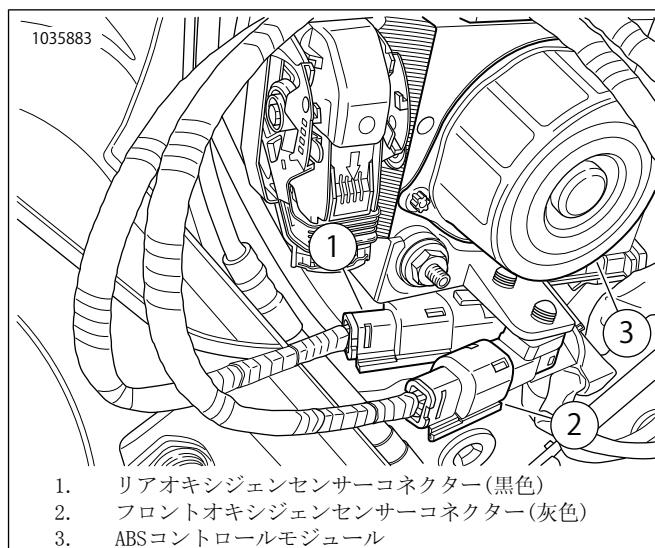

図13。ATMメインハーネスの接続
12. 「図13」および「図8」を参照してください。灰色(3)および黒色(1)のコネクタハーネスリードをABSコントロールモジュール(2)の背後に取り回してメインハーネスに接続します。下のようにコネクタの色を合わせてください。黒どうしを接続し、灰色どうしを接続します。